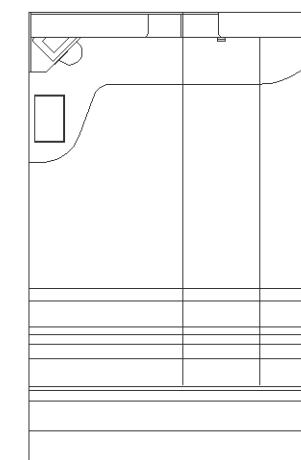

Рис. 8.5 ▼ Вертикальные линии, скопированные с помощью маркеров выделения
8. Режим копирования останется по-прежнему включенным. Выберите нижние точки вертикальных линий, обозначающих левую и правую границу крышки парты. В результате копия исходной линии появится возле каждой из этих двух точек. Введите **Выход** (EXIT) или просто **X** для завершения работы инструмента **Переместить** (Move), а затем нажмите **Esc** для отмены отображения маркеров выделения. Как легко заметить (рис. 8.5), две последние линии не достигают линии нулевой высоты. Это не удивительно: поскольку мы выполняли копирование исходной линии, все ее копии имеют одинаковую длину, независимо от того, где находятся их начальные точки. Однако это не имеет особого значения, поскольку мы всегда сможем их продлить для получения нужной длины (в том числе, с использованием инструмента **Растянуть** (Stretch), запускаемого с помощью маркера выделения).